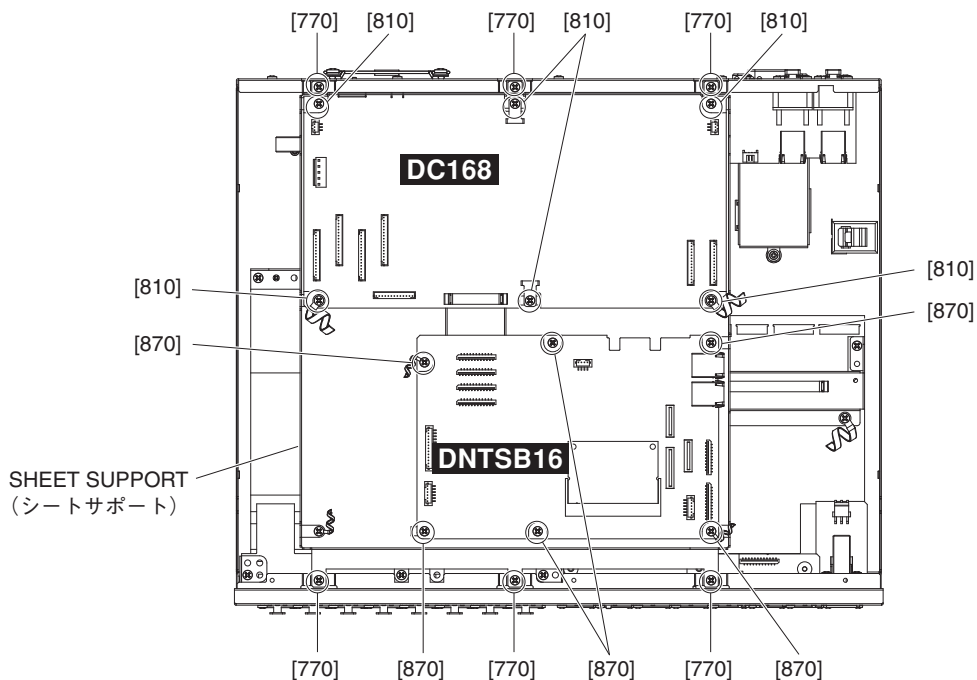

Fig. 3 (図 3)
- 2-3. Remove the six (6) screws marked [810]. The DC168 circuit board can then be removed. (Fig. 3)
- 3-2. Remove the six (6) screws marked [870]. The DNTSB16 circuit board can then be removed. (Fig. 3)
- 2-3. [810] のネジ 6 本を外して、DC168 シートを外します。(図 3)
- 3-2. [870] のネジ 6 本を外して、DNTSB16 シートを外します。(図 3)
- 4-3. Remove the six (6) screws marked [770]. The sheet support can then be removed. (Fig. 3)
- 4-3. [770] のネジ 6 本を外して、シートサポートを外します。(図 3)